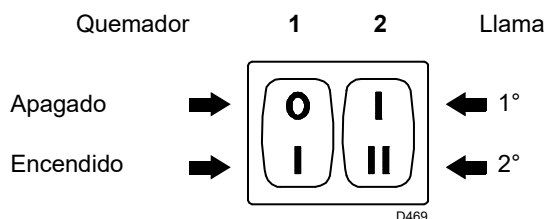
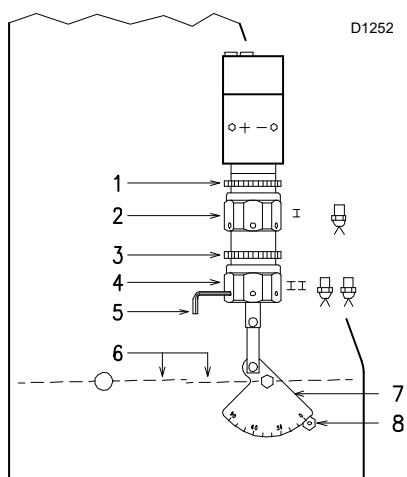

Fig. 20
Fig. 21
- Poner en marcha el quemador cerrando los termostatos y con el interruptor 1)(pág. 18, Fig. 20) en la posición "MARCHA".
- Cuando el gasóleo sale por el tornillo 3), es indicativo de que la bomba está cebada. Parar el quemador: interruptor 1)(pág. 18, Fig. 20) en posición "PARO" y apretar el tornillo 3).
Situar el interruptor 1)(Fig. 20) en la posición "MARCHA".
Mantener el quemador funcionando en 1ª llama, situando el interruptor 2)(Fig. 20) en la posición 1ª llama. La abertura del registro 6)(Fig. 21) debe ser proporcional a la boquilla elegida: el índice 8)(Fig. 21) debe corresponderse con el número de posición que se indica en el sector graduado 7)(Fig. 21). El reglaje se efectúa girando el hexágono 2)(Fig. 21):
Situar el interruptor 2)(Fig. 20, pág. 18) en posición 2ª llama y regular el registro 6)(Fig. 21) actuando sobre el hexágono 4)(Fig. 21), después de haber aflojado la contratuerca 3)(Fig. 21)
para facilitar la regulación de los hexágonos 2) y 4)(Fig. 21), utilizar una llave hexagonal de 3 mm 5)(Fig. 21).